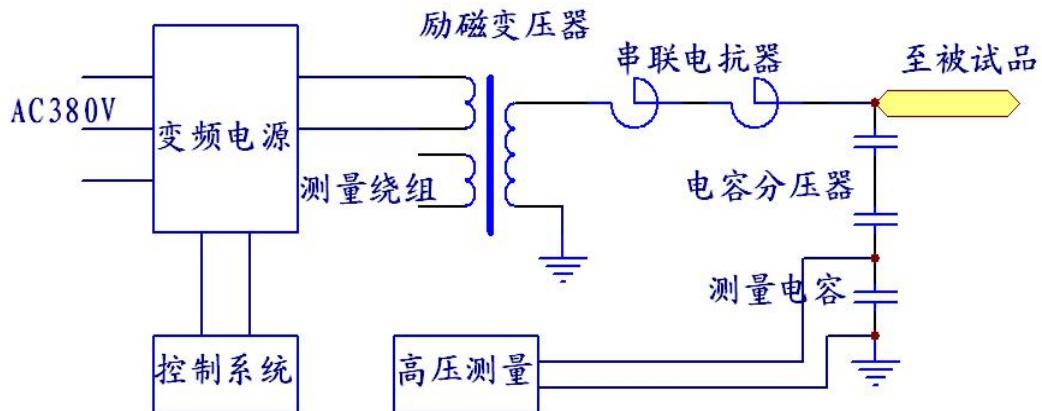

图 32 变频电源装置进行串联谐振交流耐压试验接线图
9.2.1 按照图 32 方式接好回路，试验电压的测量可以通过电容分压器测量。确认试验回路无误后，先不带试品进行空升试验。谐振回路由电抗器和电容分压器组成。整个装置与被试品之间通过一个无晕的高压导线连接。然后设置好分压比、测试电压、过电压保护、测试电流、试验时间、打开高压电流与电压等数据即可进行升压试验。
10.7 变频柜的负载能力必须按图 32 的曲线规定范围内，严禁在低电压时带大电流负载。在曲线的下部分为安全区。超过该区域将增大三极管损耗，严重时导致放大回路的三极管损坏。当超过了曲线，工作在曲线的上方，屏幕上的输出电压和输出电流将闪动提示。如果继续进行试验，变频柜中将会发出跳闸信号，同时屏幕上显示“功率曲线保护”，并且控制箱中发出“滴滴”的报警声。此时需要改变中间升压变压器的变比或者降低负载电流才能够继续进行试验。